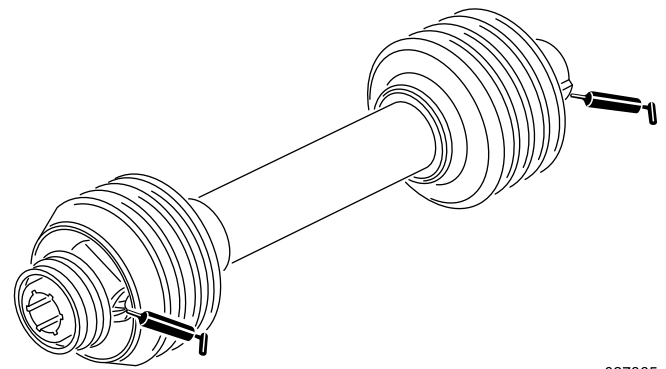

Figura 10
2. Lubrifique os encaixes nos rolamentos do eixo da ventoinha, conforme ilustrado na **Figura 10**, com lubrificante n.º 2 à base de lítio.
Lubrifique os 2 encaixes do veio de transmissão, conforme ilustrado na **Figura 10**, com lubrificante n.º 2 à base de lítio.